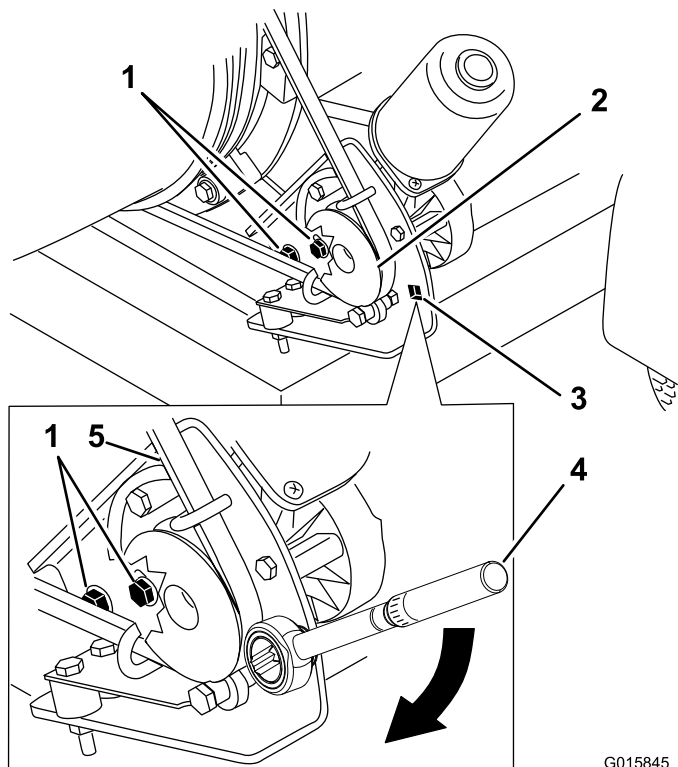

Figure 28
1. Desserrez les boulons qui fixent le support de la poulie au châssis du souffleur (Figure 28).
2. Placez une clé dynamométrique dans le support de poulie (Figure 28).
3. Faites pivoter le support de poulie et éloignez-le de l'embout jusqu'à ce que la clé dynamométrique indique 22,6 à 26 Nm (Figure 28).